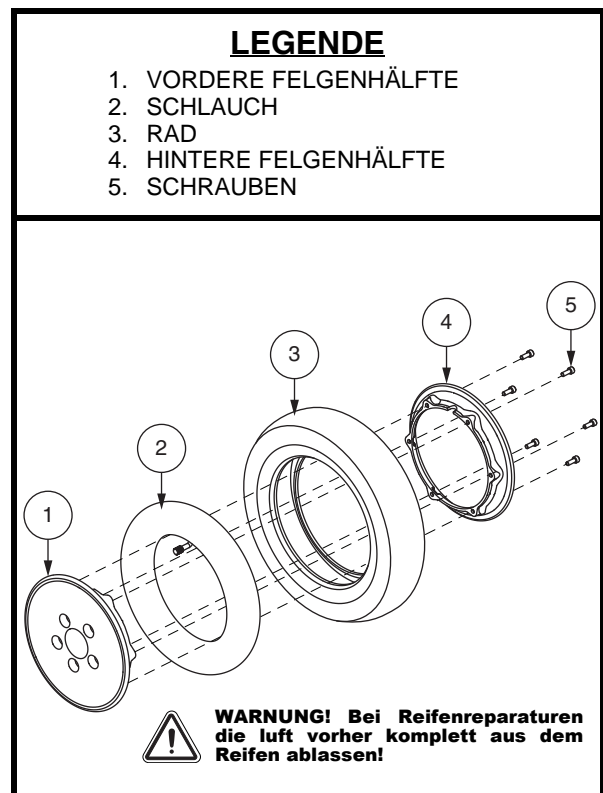

Abb. 23. Zerlegen und Zusammenbauen von Luftreifen
6. Entfernen Sie die Schrauben und trennen die äußere und innere Felge voneinander. **Siehe Abb. 23.**